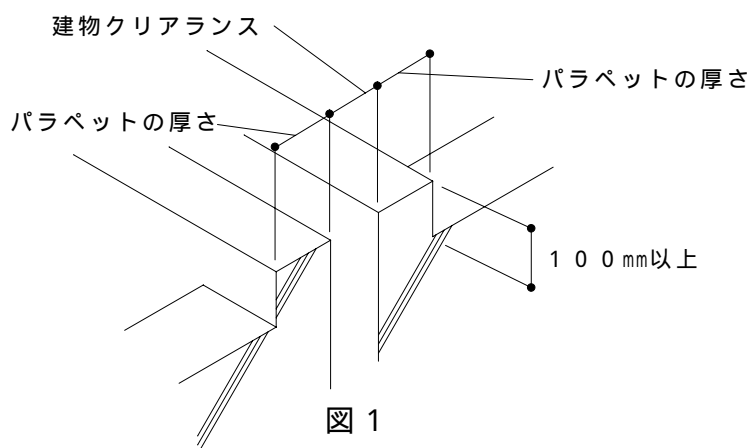

図1
1. E X P . J 取付部のパラペット高さは、カバーのかぶりしるの関係から図1のように100mm以上確保してください。